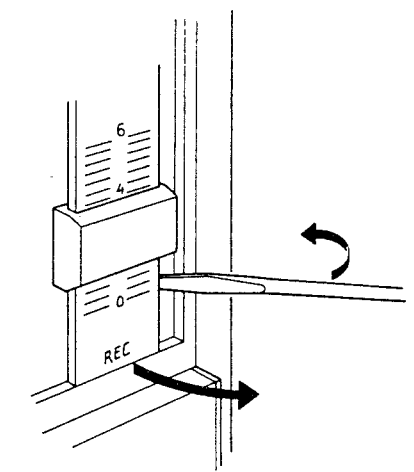

Fig. 2
#### REPARATURHINWEISE (siehe Abb. 2, 4 und 20)
- Ersetzen der Linearskala mit Flachbahnregler 160 (Abb. 2 und 20)